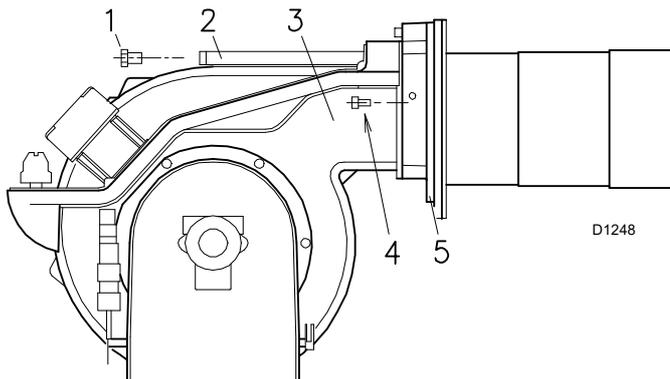
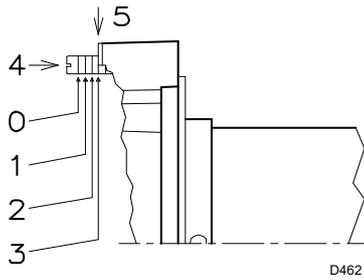
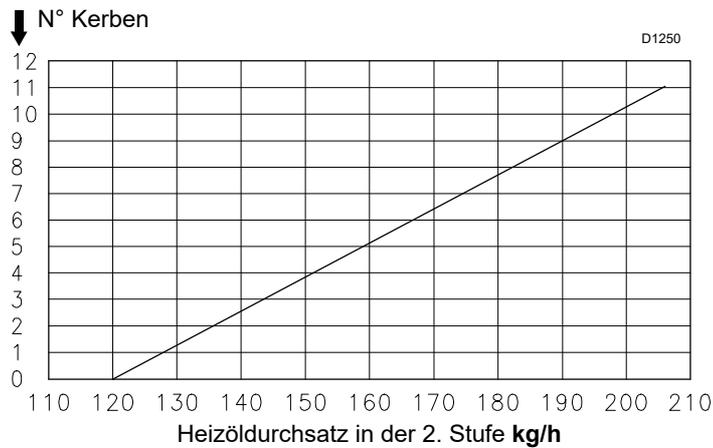

Abb. 10
Abb. 12
Abb. 13
Anschließend den Brenner 3)(Abb. 10) auf den Führungen 2) montieren und bis zum Flansch 5) schieben, **ihn dabei leicht angehoben halten, um Behinderungen zwischen der Scheibe für die Flammenstabilität und dem Flammrohr zu vermeiden.**
Die Schraube 4)(Abb. 12) so lange drehen, bis von der Kurve (F) angegebene Kerbe (Abb. 13) mit der vorderen Fläche des Flanschs 5)(Abb. 10 Seite 12) zusammenfällt.
Das Diagramm (Abb. 13) gibt an, dass der Brenner RL 190 für einen Durchsatz von 152,8 kg/h eine Regulierung des Flammkopfs um ungefähr 4 Kerben erfordert, so wie es auf der Abb. 12 dargestellt wird.